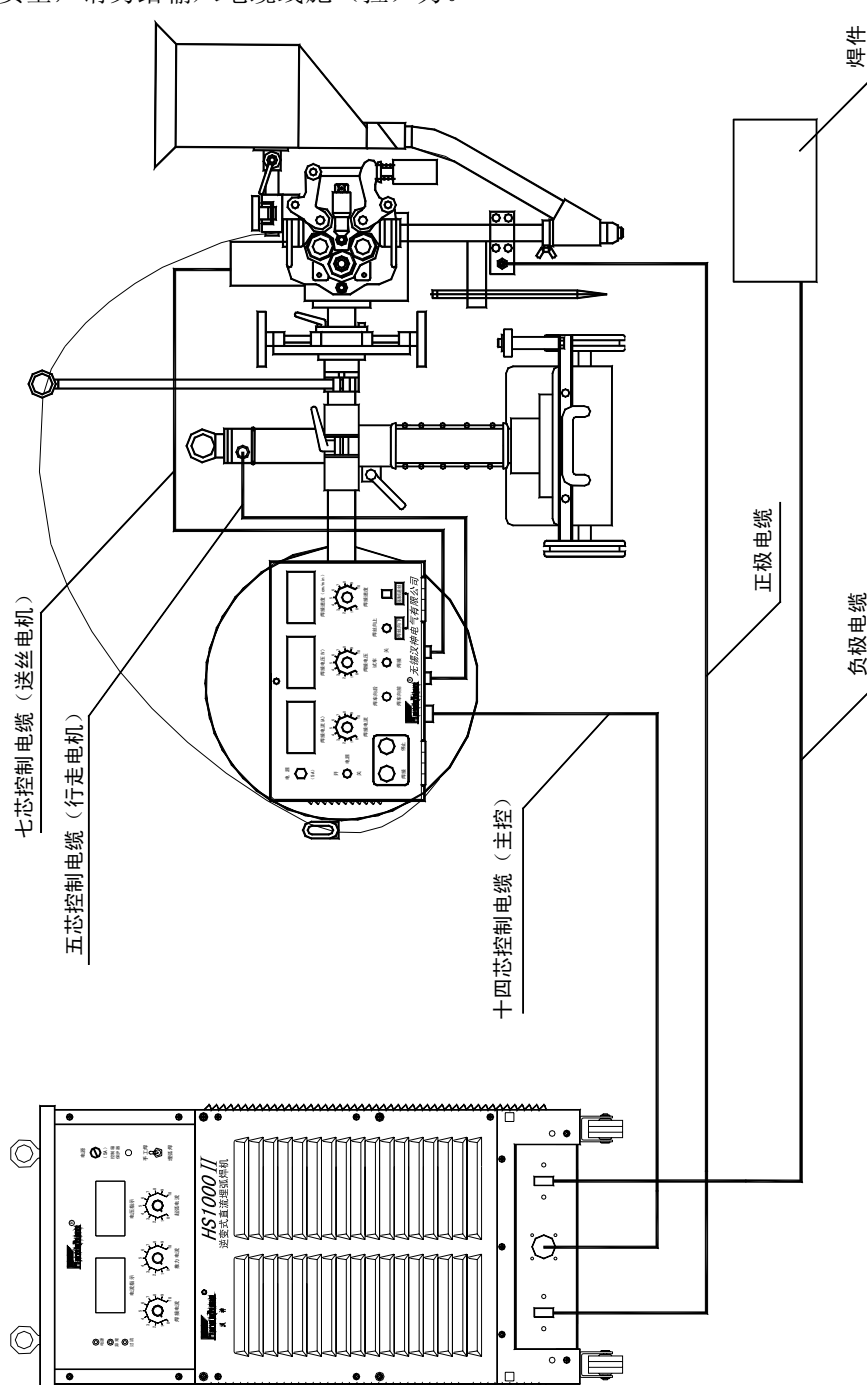
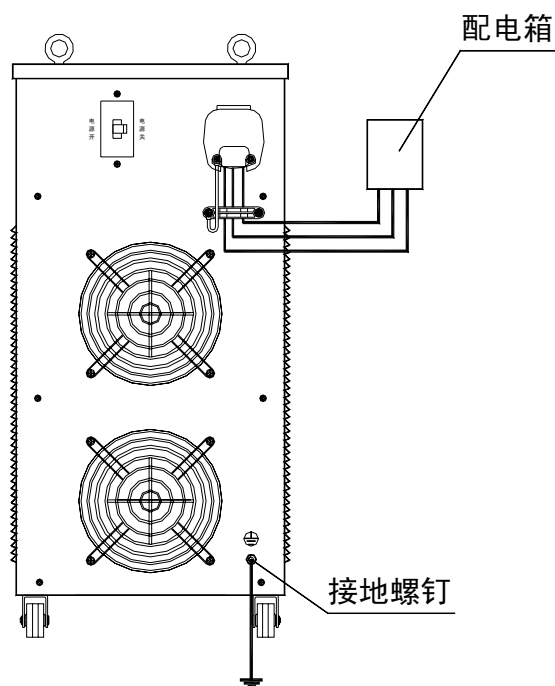

图 1 前面板连接示意图 (埋弧焊时)
图4 后面板连接示意图
1. 按图 1、图 4 正确连接好焊机。
2. 根据焊接工艺的要求,选择“下降特性埋弧焊 (CC)”或“平特性埋弧焊 (CV)”,并将开关设定在相应位置。